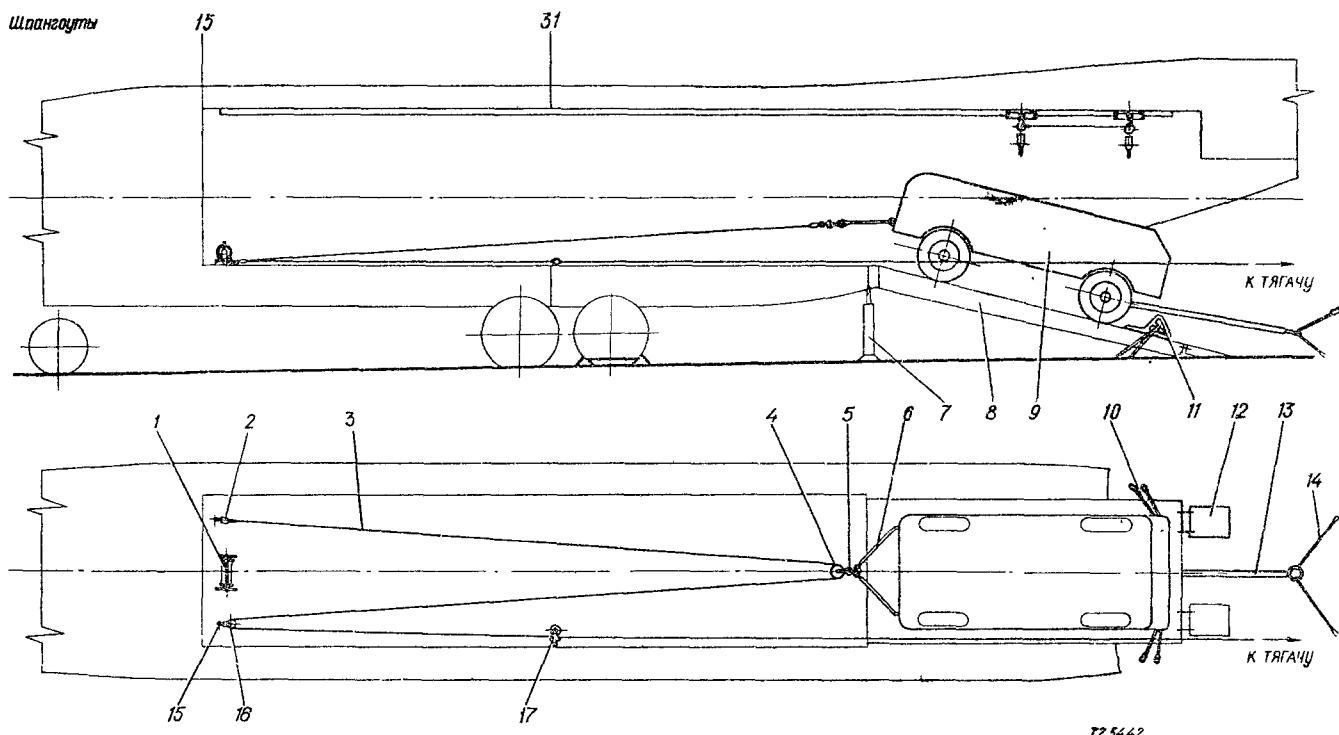

РИС. 10. СХЕМА ПОГРУЗКИ НЕСАМОХОДНОЙ КОЛЕСНОЙ ТЕХНИКИ ТЯГАЧОМ:
- установите наезды I2 (рис. 10) по колее загружаемой техники;
- установите наезды I2 (см. рис. 10) по колее выгружаемой техники;